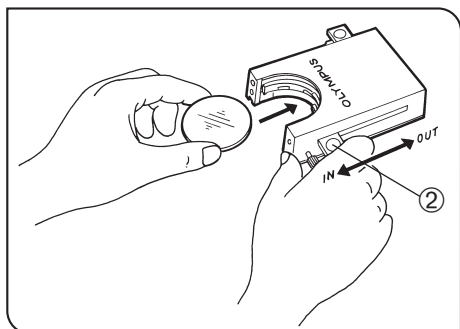

Рис. 19
Пользование кассетой для фильтров (рис. 19–22)
- 2. Переместите рычаг ② в положение IN. Он должен зафиксироваться с характерным щелчком. (Рис. 19)
- 3. Удерживая рычаг в положении, показанном на рис. 19, поместите фильтр в кассету, вставив его в направлении, показанном стрелкой.